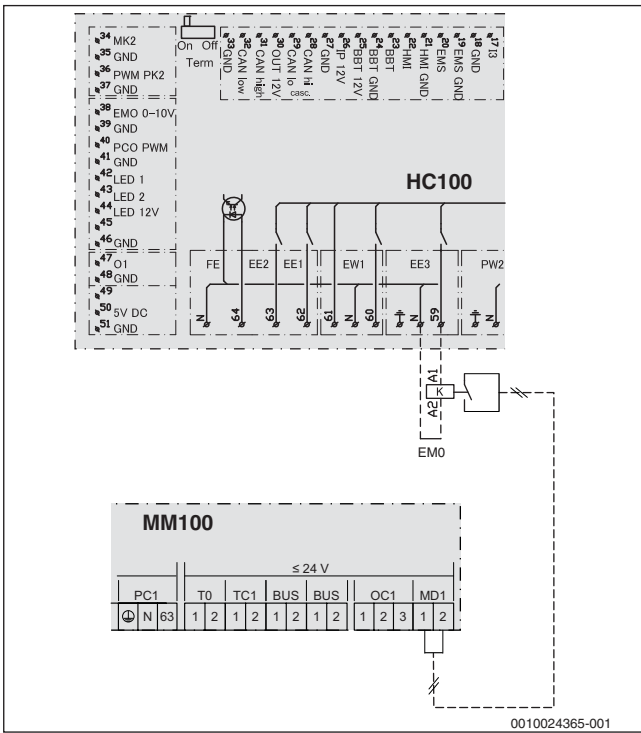

Bild 5 Schaltplan zur Anforderung einer konstanten Vorlauftemperatur
- **Konstante Vorlauftemperatur** über das optionale Heizkreismodul MM100 (→ Bild 5):